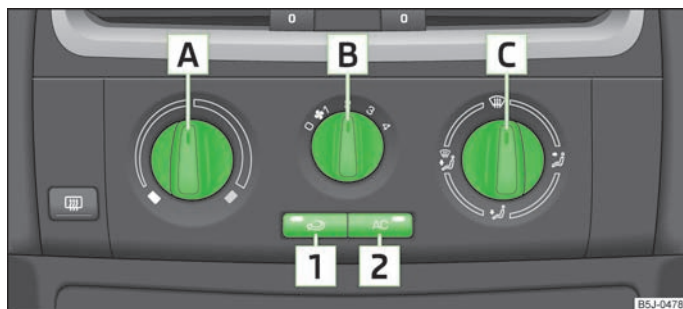

Fig. 76 Ar condicionado: Elementos de comando
O sistema de refrigeração só funciona se o botão (AC) [2] » Fig. 76 estiver premido e se forem satisfeitas as seguintes condições:
- Rode o comando rotativo [A] » Fig. 76 para a direita, para aumentar a temperatura.
- Rode o botão do ventilador [B] » Fig. 76 para uma das posições 1 a 4, para ligar o ventilador.
- O regulador da distribuição do ar [C] » Fig. 76 permite orientar o fluxo de saída de ar » Página 74.
- Prima o botão (AC) [2] » Fig. 76, a luz de controlo no botão acende-se.
- Voltando a premir o botão (AC) [2], o sistema de refrigeração é desligado, a luz de controlo no botão apaga-se.
- Elementos de comando **A** » Fig. 76, **B**, **C** e o botão **1** 2 **2**.
➤ Prima o botão **1** » Fig. 76, a luz de controlo no botão acende-se.
➤ Prima novamente o botão **1** » Fig. 76, a luz de controlo no botão apaga-se.
Se o regulador da distribuição do ar **C** » Fig. 76 estiver na posição o modo de reciclagem do ar é automaticamente desligado. Nesta posição, se carregar repetidamente no botão , também pode voltar a ligar o modo de reciclagem do ar. ➤